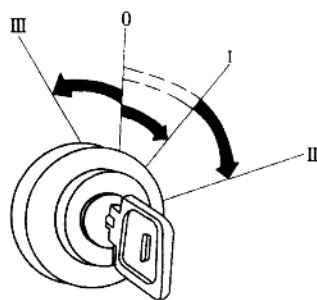

图 1-4 起动开关
1. 起动开关(见图 1-4)。起动开关有 3 个档位:逆时针 1 个档位,顺时针 2 个档位。